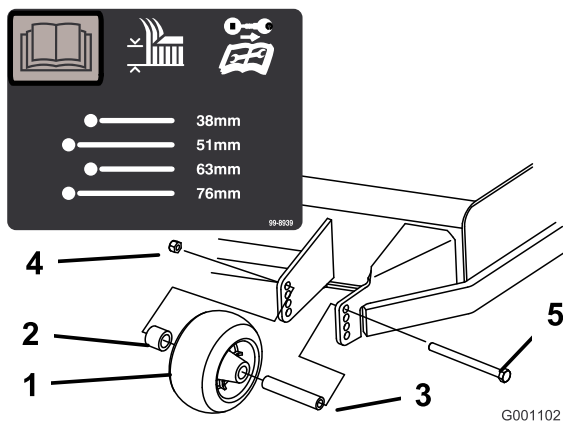
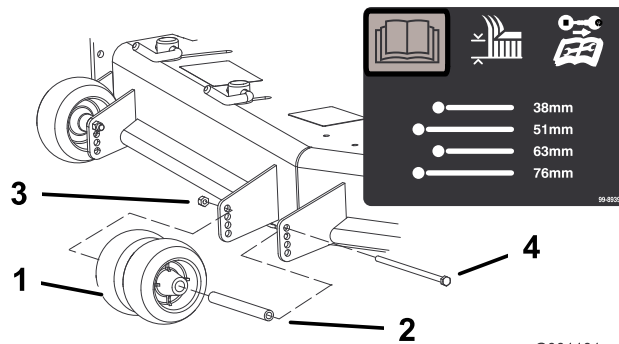
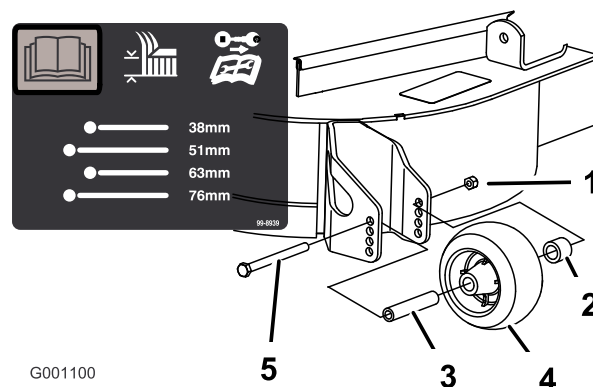

Figura 17
Figura 18
Figura 19
3. Después de ajustar la altura de corte, ajuste los rodillos retirando la tuerca con arandela prensada, el casquillo, el espaciador y el perno (Figura 17, Figura 18, y Figura 19).
Nota: Los dos rodillos centrales no tendrán espaciador (Figura 18).
5. Instale la tuerca con arandela prensada, el casquillo, el espaciador y el perno. Apriete a 54–61 Nm (Figura 17, Figura 18 y Figura 19).